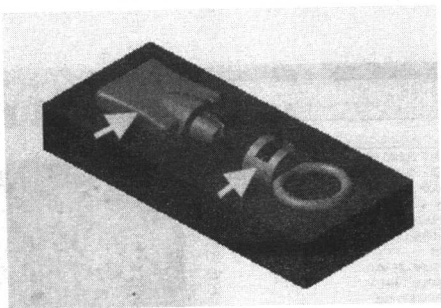
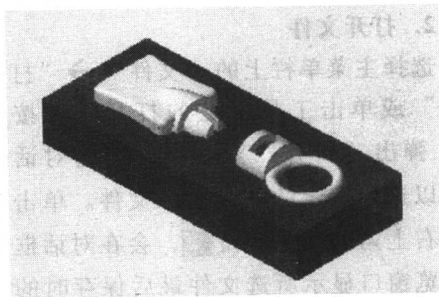

图 1-29 打开的文件
图 1-30 “部分保存”的零件
3) 选择文件“BADGEHOLDERSHOW-MM.MCX”，单击按钮，在绘图区显示的内容如图 1-29 所示。
4) 选择主菜单栏上的“文件”→“部分保存”，选取图 1-29 中箭头所指的两个零件，零件会被高亮显示，如图 1-30 所示。